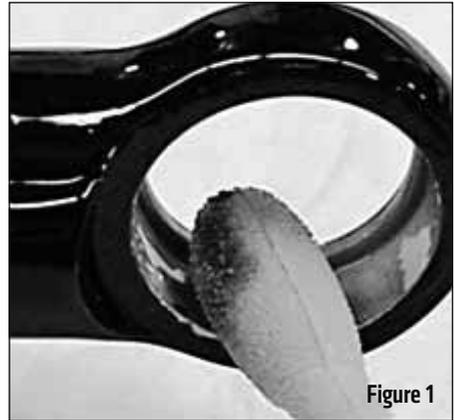

Figure 1
2. Appliquez une couche généreuse de Loctite® 638™ sur toute la surface de l'alésage, à l'aide d'un petit tampon (type coton tige). **Figure 1**